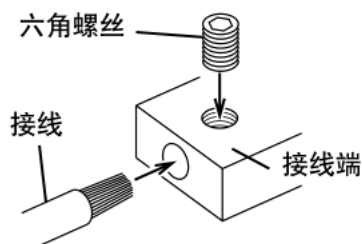

图8
3. 从接头上拆下螺钉，将露出电线的一端插入接线头，用六角扳手拧紧六角螺钉以固定电线。（图8）